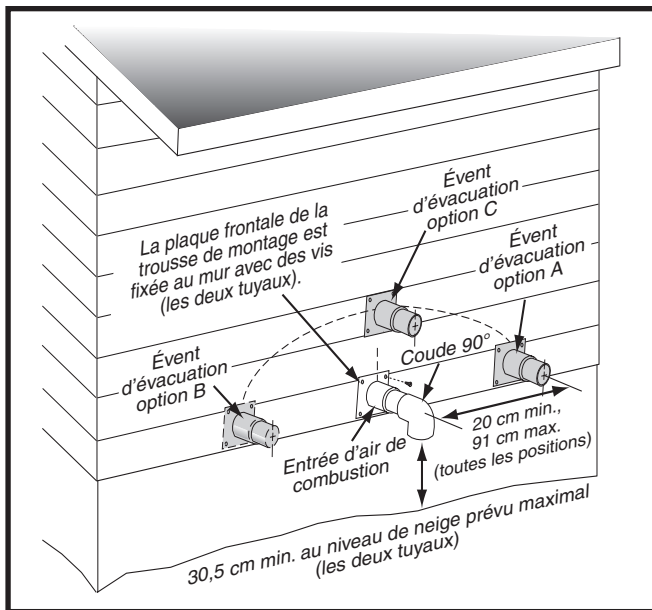
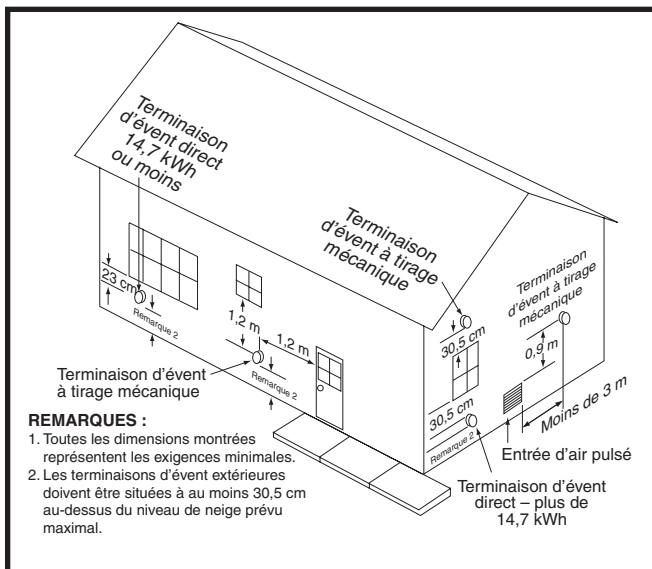
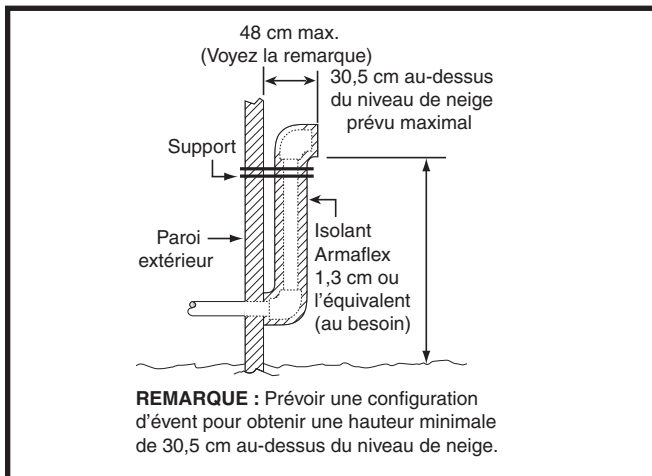
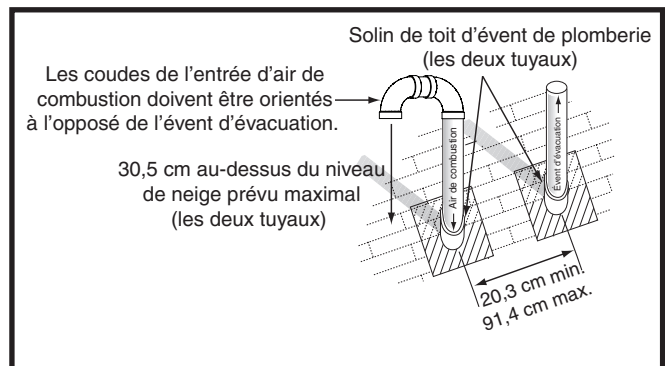

Figure 1. Dégagements du conduit d'admission et du conduit d'évacuation
Figure 2. Emplacements de l'évent
Figure 3. Autre installation d'un conduit d'évent horizontal
Figure 4. Terminaison d'évent vertical
- Si on utilise un système à 2 tuyaux, l'admission d'air de combustion et l'évacuation doivent être situées dans la même zone de pression atmosphérique. Cela signifie que les deux conduits doivent sortir du bâtiment par la même section de mur extérieur ou de toit, comme indiqué aux Figure 1, Figure 2, et Figure 4 (page 9) et Figure 30 (page 35).
- Les terminaisons d'évent et d'admission d'air de combustion doivent être installées comme indiqué aux Figure 1, Figure 2, Figure 3, et Figure 4, et conformément à ces directives :
- Tous les dégagements minimaux (Figure 2) doivent être maintenus pour protéger les matériaux du bâtiment contre la dégradation causée par les gaz de combustion.
- Lorsque le conduit d'évent doit sortir par un mur extérieur à proximité du niveau du sol ou du niveau de neige prévu et qu'il n'est pas possible d'obtenir les dégagements indiqués à la Figure 1, il est possible d'utiliser un conduit montant, comme indiqué à la Figure 3. Il faut utiliser de l'isolant pour éviter le gel de cette section de conduit. Voyez le Tableau 3, (page 10) pour la protection contre le gel de l'évent.
Les exigences relatives à l'espacement des terminaisons entre le toit et entre chaque terminaison sont indiquées à la Figure 4. L'endroit où le conduit traverse le toit doit être doté d'un solin approprié et étanche; on peut utiliser un chaperon de toit ou un solin équivalent. La tuyauterie d'évent et la tuyauterie d'air de combustion peuvent être installées dans une cheminée existante non utilisée, à condition que :
- les dégagements de terminaison indiqués à la Figure 4 soient maintenus;